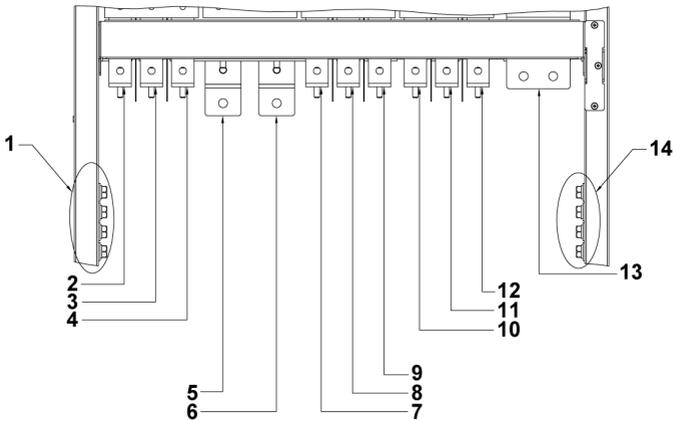
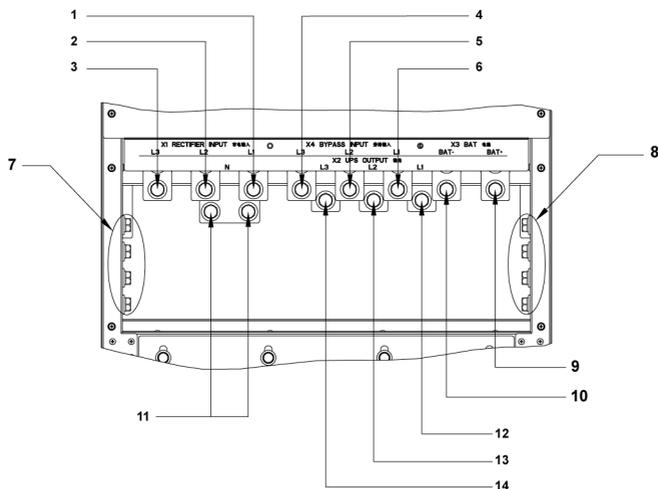
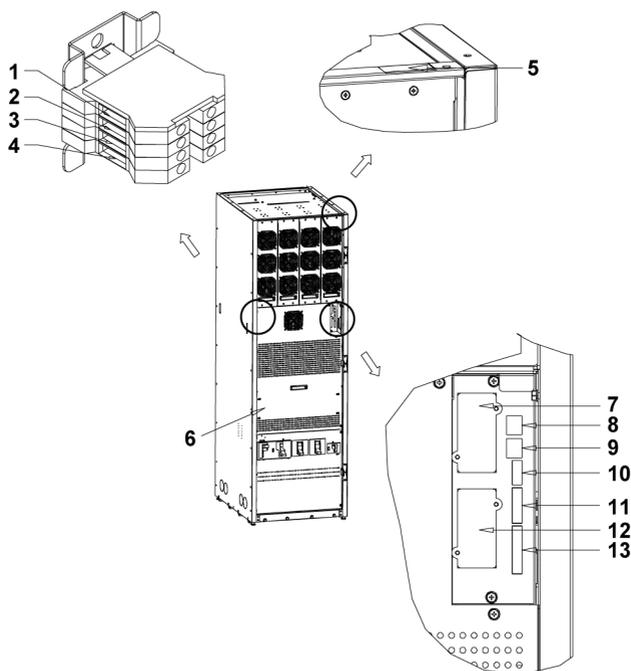
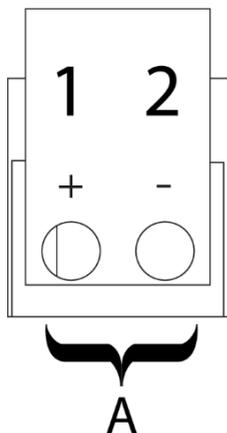

Рисунок 18. Расположение клемм питания на 100–120 кВА с MBS (вид спереди без крышки клеммной колодки)
Рисунок 20. Расположение клемм питания на 160–200 кВА
Рисунок 22. Расположение клемм подключения интерфейса
Рисунок 24. Назначение соединителя клеммной колодки цепи управления
1. Проложите проводку к клеммным колодкам ИБП в ИБП. Для получения информации о подключении кабелей и расположении зажимов см. рис. 20.
2. Заземлите ИБП в соответствии с местными и/или национальными ПУЭ, путем установки и подключения заземляющего кабеля к соответствующему клеммному зажиму. Расположение клемм ИБП показано на рис. 20. Подробное описание клемм заземления ИБП приведено на рис. 18, 19 и 20.
3. Подключите фазные проводники L1, L2 и L3 кабеля питания и нуль источника переменного тока к входам и нулевым клеммам выпрямителя. См. Раздел 4.3.2 для получения информации о требованиях к расключению проводов. Подробное описание клеммной колодки заземления ИБП приведено на рис. 18, 19 и 20.
4. Подключите фазные проводники L1, L2 и L3 кабеля питания от источника переменного тока к входным клеммам системы переключения на байпас и нулевой проводник к клемме подключения нулевого проводника. Для установки с единой подачей необходимо установить перемычки между клеммами входа и байпаса. Сетевой вход N и байпасный вход N соединены вместе внутри ИБП. См. рис. 22 для получения информации о требованиях к расключению проводов. Подробное описание клеммной колодки заземления ИБП приведено на рис. 18, 19 и 20.
5. Подключите фазные проводники L1, L2 и L3 и нулевой рабочий провод (при необходимости) проводки питания от выходных зажимов и зажимам нейтрали к критической нагрузке. См. табл. 9 и 11 для получения информации о требованиях к расключению проводов. Подробное описание клеммной колодки заземления ИБП приведено на рис. 18, 19 и 20.
2. Расположение соответствующих клемм, а также требования по проводке и ее подключению Раздел 22, табл. 14, рис. 22 и рис. 23.
3. Расположение соответствующих клемм, а также требования по проводке и ее подключению см. Раздел 4.3.3, табл. 15, рис. 22 и рис. 24.
- b. Выполните ввод проводки, см. рис. 22. Закрепите проводку к четырем монтажным клипсам стяжками.
6. Проложите и подключите кабель разъединителя цепи (витая пара с сечением 0,5–2,0 мм²) между шкафами ИБП и шкафом МОВ. На рис. 22 и 27 приведены сведения по расключению проводки.
2. Проведите и подключите линию LAN и другие кабели к соответствующим картам MiniSlot. См. рисунок 22.
На рис. 22 приведены клеммы ИБП для реле внешнего выключателя аккумулятора OVT и состояния выключателя.
4. Проложите проводку удаленного ЕРО к клеммной колодке, см. рис. 22.